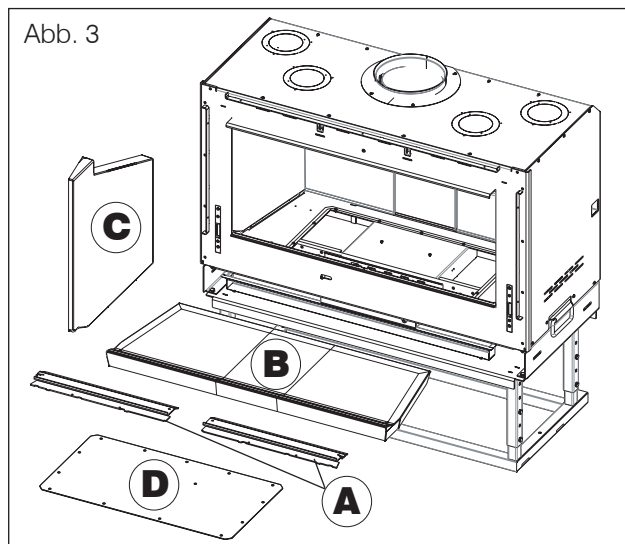

Abb. 3
- die beiden Rauchgasführungen (**A** - Abb. 3), den Boden (**B** - Abb. 3) und die Seitenteile abnehmen (**C** - Abb. 3)
- Das angeschraubte Blech (**D** - Abb. 3) und das darunter liegende Blech, (**E** - Abb. 4) immer noch angeschraubt, herausnehmen, um Zugang zum Boden zu erhalten, wo sich das Thermostatventil befindet.